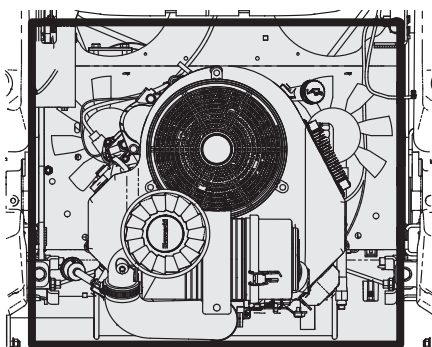

Fig. 28
- Limpie alrededor del colector del escape, los fusibles, todo el cableado y mazos de cables, tubo del silenciador, protector del silenciador, filtros de admisión del motor y aletas de refrigeración, etc (Fig. 28).